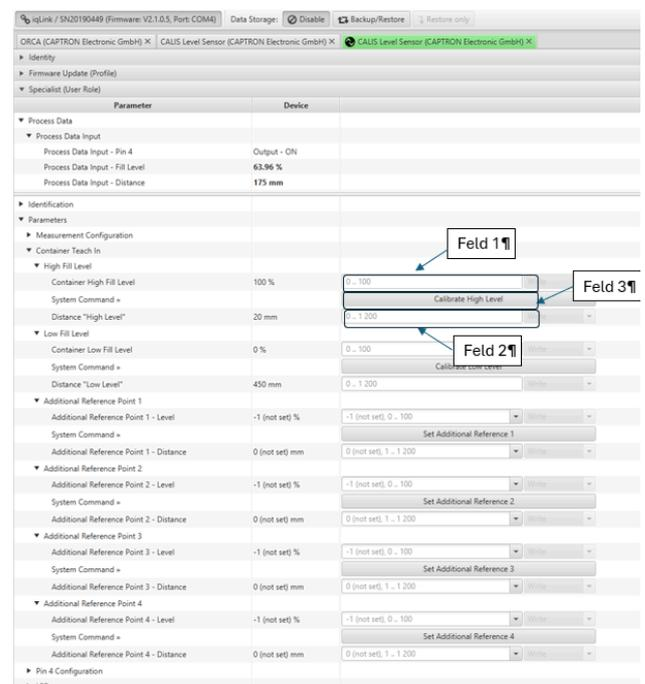

Abbildung 8 - Container Teach in
- Der Füllstand für jeden Abgleichpunkt ist manuell einzutragen ("siehe Abbildung 8 - Container Teach in", Feld 1).
- die Distanz kann entweder manuell eingegeben werden ("siehe Abbildung 8 - Container Teach in", Feld 2).
- durch Füllen des Containers zum entsprechenden Füllstand und durch Betätigung des Buttons „Calibrate ... Level“ bzw. „Set Additional Reference x“ kann der Sensor die zugehörige Distanz für den entsprechenden Abgleichpunkt messen. ("siehe Abbildung 8 - Container Teach in", Feld 3)